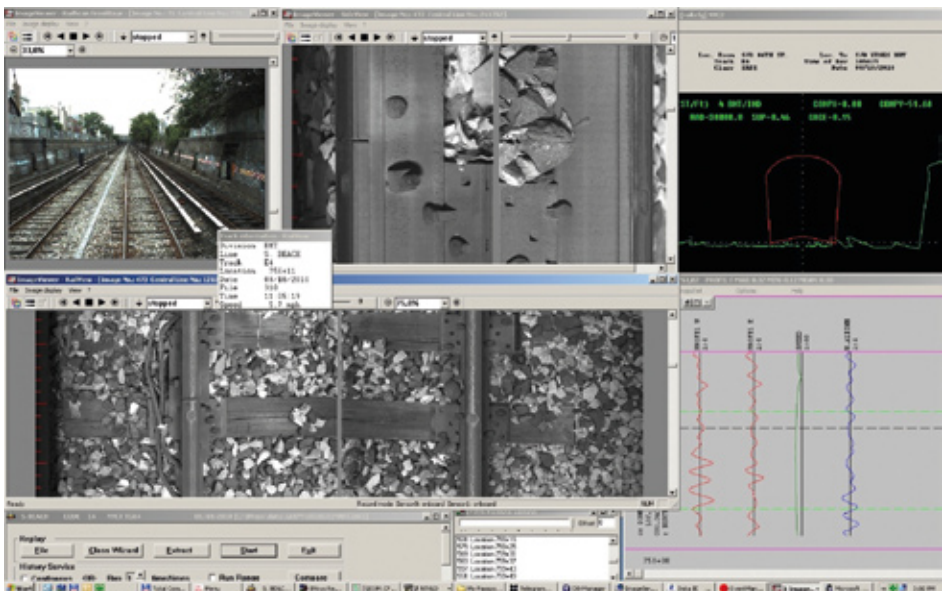

Abb. 2: Offboard-Computerbildschirm mit synchronisierten Video- und Gleisdaten
- Trassierungsparameter erarbeitet werden. Die Onboard- und Offboard-Analysesysteme von Plasser & Theurer sind sehr flexibel designed und erlauben die gleichzeitige Messung und Analyse der Parameter bereits am Messfahrzeug. Eine ortssynchronisierte Darstellung aller Messsignale in der Offboard-Analysesoftware ist ebenso Standard (Abb. 2).